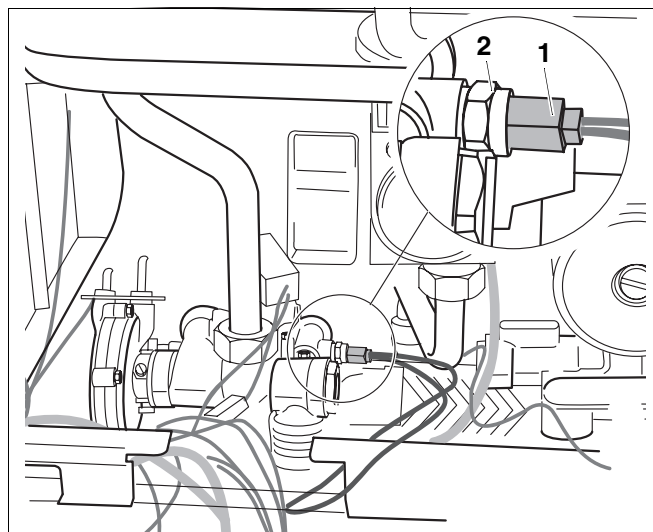

Fig. 30 Înlocuirea senzorului de apă caldă menajeră
- Se scoate conectorul (Fig. 30, Poz. 1) dinspre traductor (Fig. 30, Poz. 2).
- Se deșurubează senzorul de apă caldă menajeră (Fig. 30).